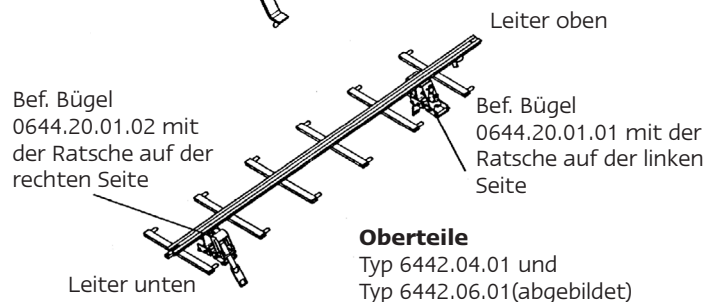

Abb. 2
4. Aufbau der Leiteroberteile Typ 6442.04.01 und/oder Typ 6442.06.01 Mast Ø von 80 bis 800 mm (Abb. 2)